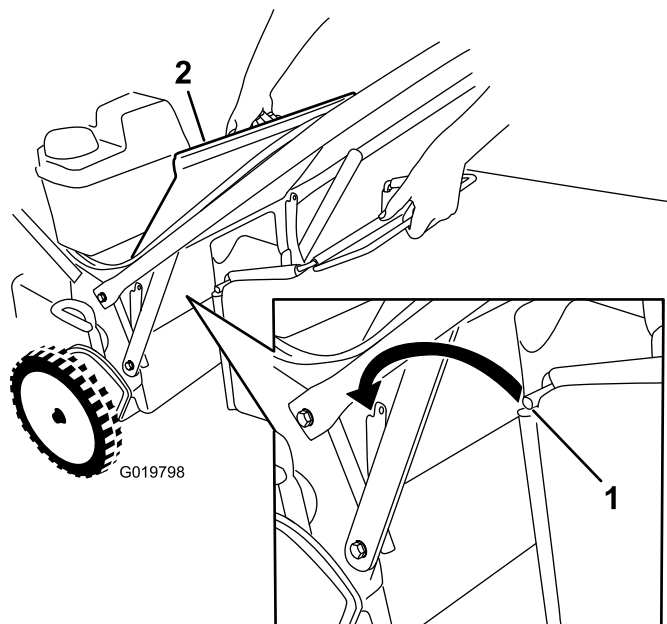

Figure 21
1. Soulevez le déflecteur arrière et gardez-le dans cette position (Figure 21).
3. Placez la tige du bac dans les crans à la base du guidon et agitez le bac d'avant en arrière pour vous assurer que la tige est bien engagée au fond des deux crans; voir Figure 21.